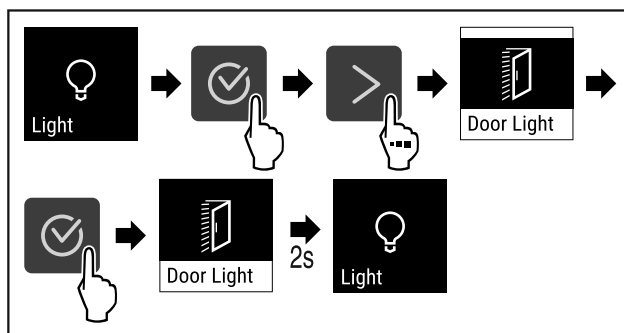

Fig. 87
- ▶ Eseguire i passi (vedere Fig. 87) .